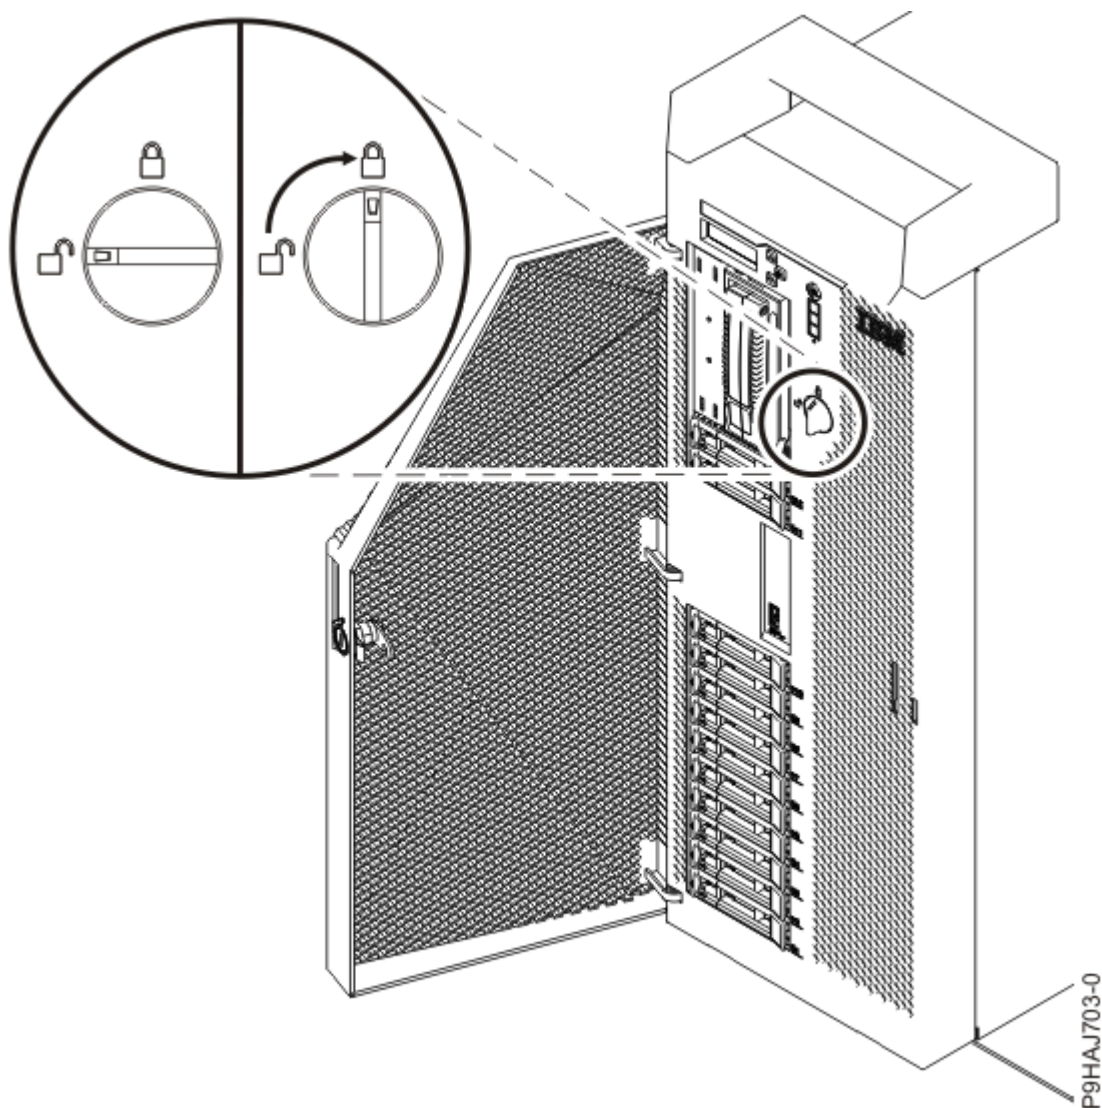

Figura 14: Fechando o engate da tampa frontal
- d) Gire o engate da tampa para a direita (no sentido horário) para bloquear a tampa, como mostrado na Figura 14 na página 17.